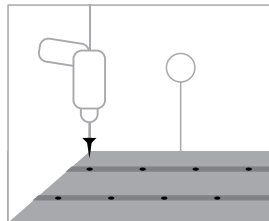

Рис.3
**4. Закрепите на полу отрезки монтажной ленты (рис. 3).**